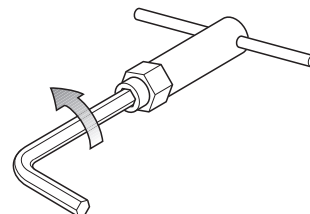

FIG. 18
- Con una llave Allen (para cabezas huecas) desenroscar el dosificador del pulverizador (véase la fig. 18);